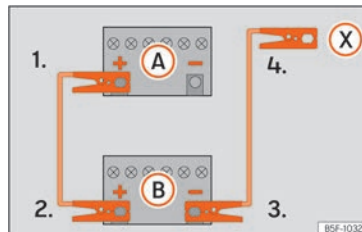

Fig. 81 Schéma de branchement pour les véhicules non équipés du système Start-Stop.
(A) » fig. 81.
- 4a. *Sur les véhicules sans système Start-Stop* : raccordez une extrémité du câble d'urgence *noir* à la borne négative **(-)** du véhicule fournissant le courant **(B)** » fig. 81.